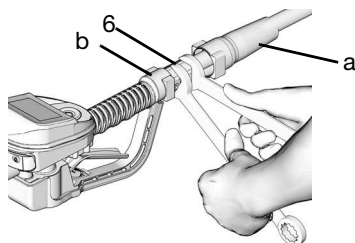

FIG. 9
2. Glisser le sabot (a) du raccord tournant en arrière, au-dessus du tuyau, en commençant par la petite extrémité, pour accéder au raccord tournant (6) (FIG. 9).
3. Appliquer un produit d'étanchéité pour filetages sur les filetages mâles du raccord du flexible. Visser le raccord du flexible (b) sur le raccord tournant de la vanne de distribution dosée (6). Utiliser deux clés pour bien serrer (FIG. 9).